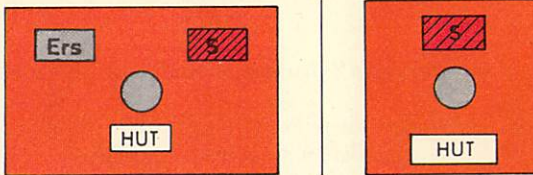

Bild 64
- (1) Fehler werden durch den blinkenden Signalmelder angezeigt. Das Signal kann weiterhin gestellt werden. Fehler sind z. B. Hauptfaden zerstört, aber Nebenfaden eingeschaltet oder Zusatzsignal unvollständig, aber noch zu erkennen.
- (2) In der Regel werden Signalstörungen durch den rot blinkenden Signalstörmelder (vgl. Bild 64) und das Ertönen der Hupe angezeigt. Der Signalmelder blinkt oder ist dunkel. Das Signal kann nicht gestellt werden. **Störungen**